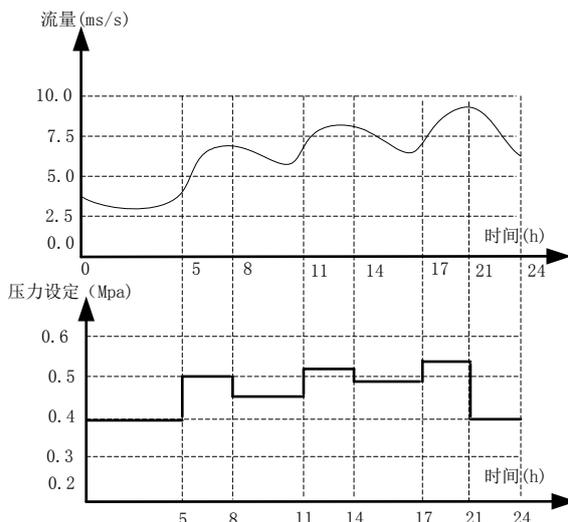

图5-39 6个时间段压力控制
4、为了适应生活供水中的压力/流量波动特性, 如通常白天的3个用水高峰期流量波动, 以及其他一些特殊应用, 系统提供了最多6段的定时压力给定控制以满足使用, 可以起到节水和节能的作用。一天的流量波动和多段压力控制如图5-39所示。